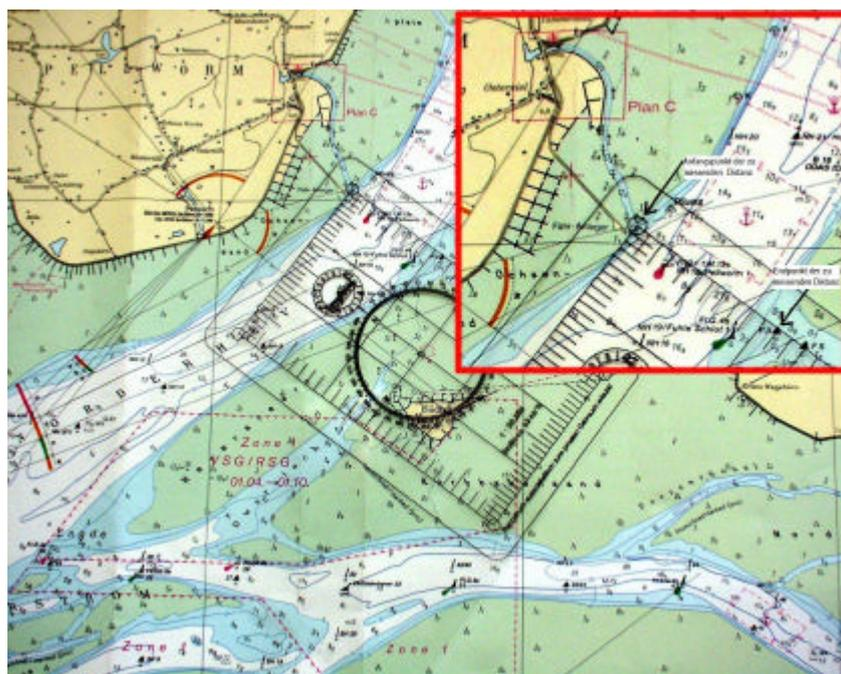

Bild 8: Bestimmen einer Entfernung in der Karte.
- **Vierte Navigationsaufgabe: Bestimmen einer Entfernung in der Karte. (Bild 8):**